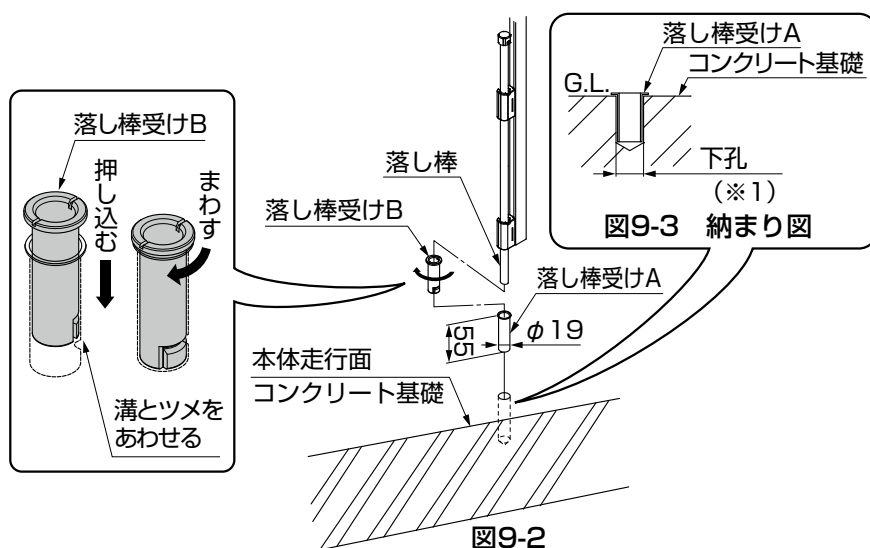

図9-2
- ①落とし棒受けAをコンクリート基礎部に確実に固定してください。（図9-2参照）
- ②落とし棒受けBを落とし棒受けAに落して回しながら挿入してください。（図9-2参照）